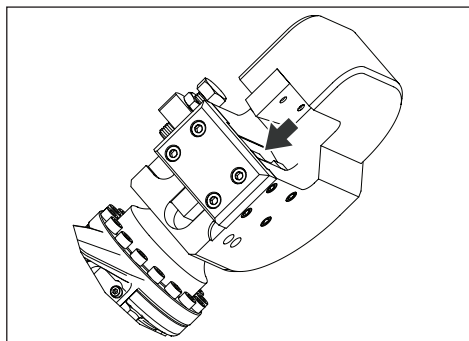

图 4，柱塞和刀片完全缩回（原位）位置
- 柱塞在完全伸出之后，将会自动回缩至其“原位”位置。参见图 4。
在切割头内放置任何材料前，务必确保柱塞和移动刀片处于完全缩回的“原位”位置。参见图 4。
2. 确保柱塞处于“原位”（完全缩回）位置。参见图 4。